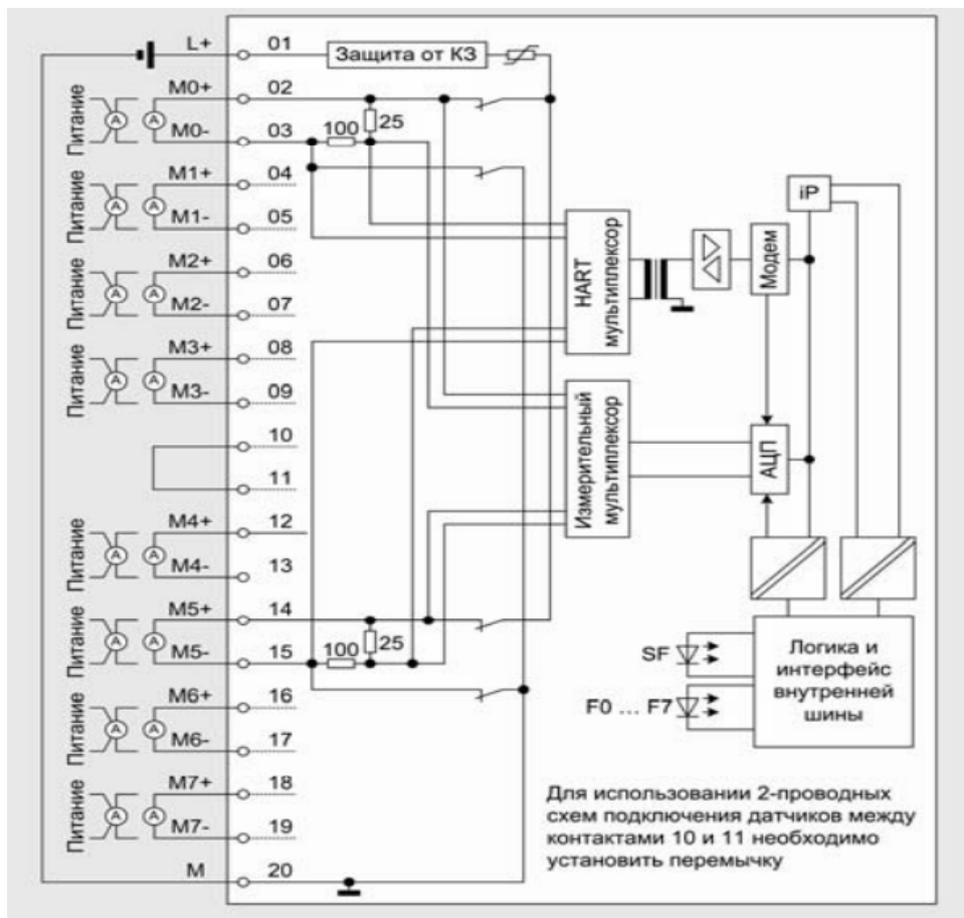

Рисунок 28. Принципиальная схема СБПУ.426431.201
*Модули аналогового ввода, AI 8 HART (СБПУ.426431.201) (рис. 28)*